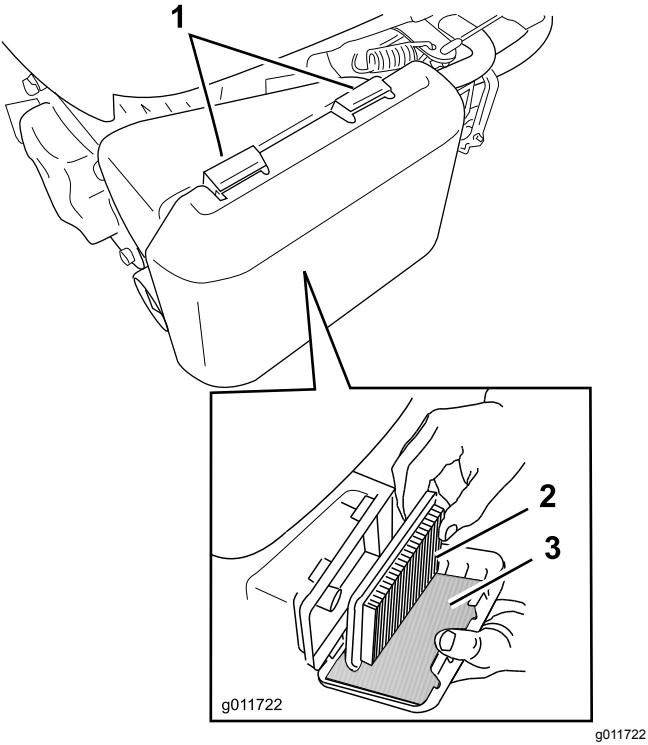

Bild 24
1. Drücken Sie die Verriegelungsnasen oben an der Luftfilterabdeckung nach unten (**Bild 24**).
3. Entfernen Sie den Papierfilter und den Schaumvorfilter (**Bild 24**).